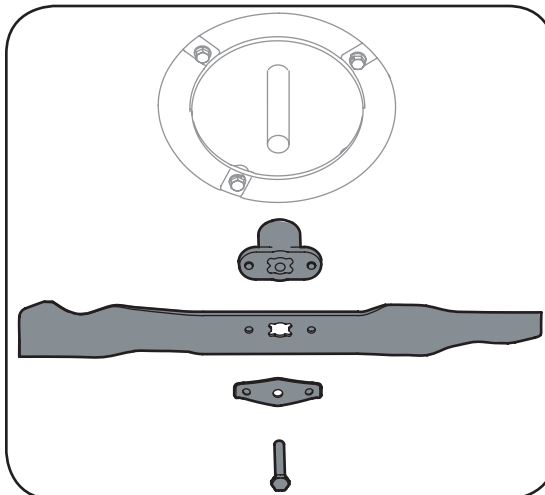

Figura 5-2: Retire el perno y el soporte de campana de la cuchilla para tener acceso a la cuchilla.
2. Saque el perno y el soporte de campana de la cuchilla que sostienen la cuchilla y el adaptador de la misma al cigüeñal del motor, Figura 5-2.
3. Saque la cuchilla y el adaptador del cigüeñal, Figura 5-2.